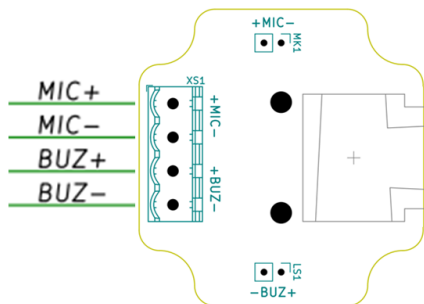

Рис. 4. Подключение микрофонного блока
2. Вставьте микрофонный кабель в микрофонный блок через отверстие с фитингом. Подключите микрофонный блок (клеммы 1, 2, 3, 4 разъема XS1), согласно: “MIC +” – красный провод, “MIC –“ – белый провод). *См.Рис. 4*